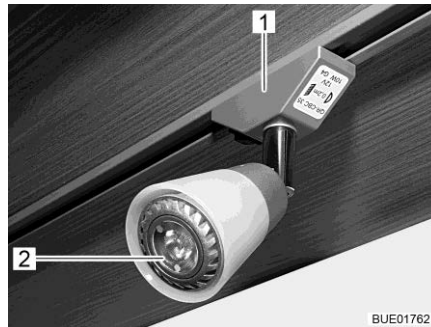

Fig. 313 Spot (coulissant)
- Faire pivoter le spot (Fig. 313,1) de 90° et le sortir du rail.
- Retirer la DEL (Fig. 313,2) avec une ventouse.